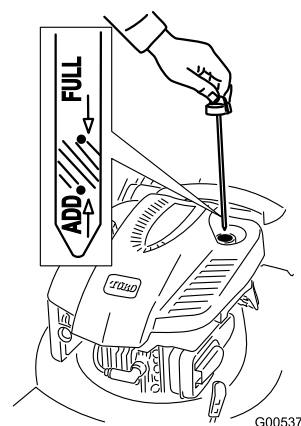

Figure 6
1. Retirez la jauge (Figure 6).
2. Versez de l'huile **lentement** dans le goulot de remplissage pour faire monter le niveau de liquide jusqu'au repère du plein (Full) sur la jauge (Figure 6). **Ne remplissez pas excessivement.** (Remplissage max. : 0,59 l, type : huile détergente SAE 30W)
1. Retirez la jauge, essuyez-la sur un chiffon et remettez-la dans le goulot de remplissage (Figure 6).
2. Sortez de nouveau la jauge et contrôlez le niveau d'huile (Figure 6). Si le niveau n'atteint pas le repère minimum (Add) de la jauge, versez **lentement** suffisamment d'huile dans le goulot de remplissage pour faire monter le niveau au repère maximum (Full). **Ne remplissez pas excessivement.** (Remplissage max. : 0,59 l, type : huile détergente SAE 30W de classe de service API SF, SG, SH, SJ, SL ou supérieure.)